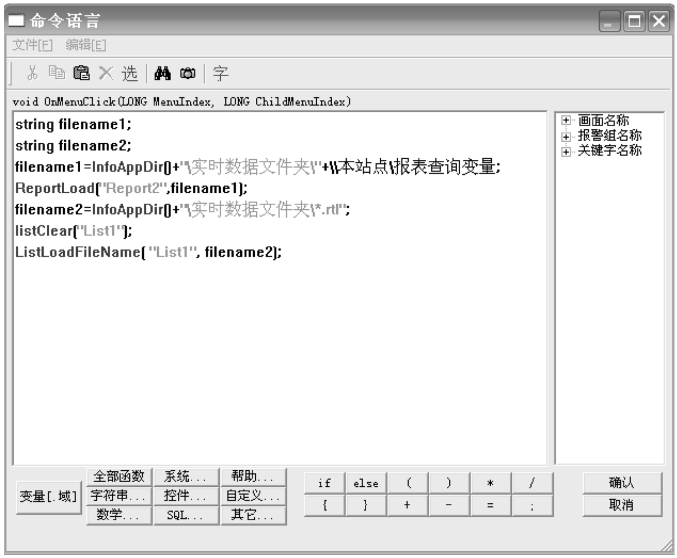

图 7-60 命令语言
8) 在按钮的弹起事件中输入如下命令语言，如图 7-60 所示。